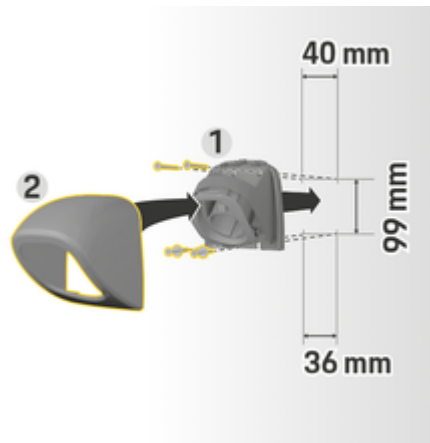

Fig. 35 Dimensões de perfuração
1. Remova o prendedor do conector 1 (Fig. 35) da tampa 2 (Fig. 35).
4. Parafuse o prendedor do conector 1 (Fig. 35) na parede.
5. Fixe a tampa 2 (Fig. 35) no prendedor do conector 1 (Fig. 35) pela parte de baixo e empurre para cima.